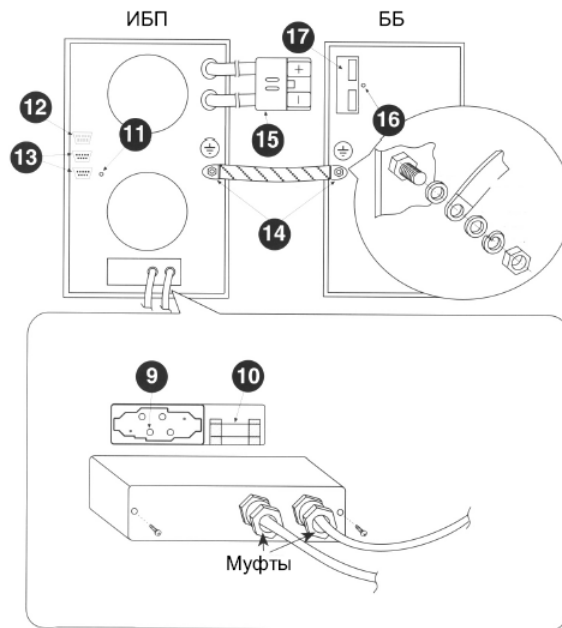

Рисунок 3.4 – Подключение выходного разъёма
- Модуль ИБП (см. рисунок 3.4):
- вводной разъем (9): к нему подключается смонтированная ответная часть из комплекта ИБП;
- разъем (9-контактный) последовательного интерфейса RS232 (12): необходим при использовании ПО;
- два разъема (9-контактные) для подключения дистанционного контроля состояния и управления ИБП (13): используются с соответствующими принадлежностями (HF1);
- кабельный вывод со специализированным разъемом (15) для подключения к батарейному блоку;
- болт для заземления батарейного блока (14).
- Батарейный блок (ББ) (см. рисунок 3.4):
- специализированный разъем с фиксирующими винтами для подключения к модулю ИБП (17);
- болт заземления (16).